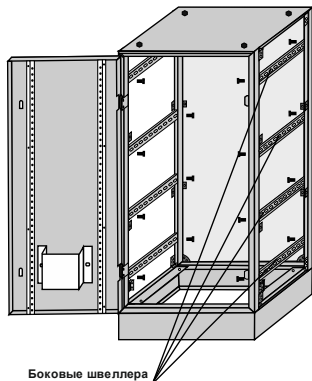

Рис.11
9.14 Поставьте КВРУ вертикально и откройте дверь. Установите четыре боковых швеллера на кронштейны расположенные с левой стороны КВРУ и закрепите их при помощи восьми болтов М6×16 с шайбами М6. Аналогично закрепите четыре боковых швеллера с правой стороны (Рис.11).